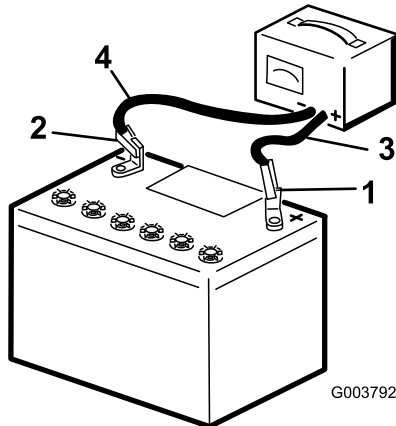

Bild 79
3. Schließen Sie das Minuskabel des Batterieladegeräts an den Minuspol der Batterie an (Bild 79).
5. Schließen Sie das Ladegerät von der Stromquelle ab, wenn die Batterie ganz aufgeladen ist. Klemmen Sie dann die Ladegerätkabel von den Batteriepolen ab (Bild 79).